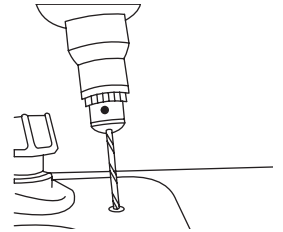

Figura 2.
2. Procede a perforar la tarja de tu cocina (ver Figura 2).